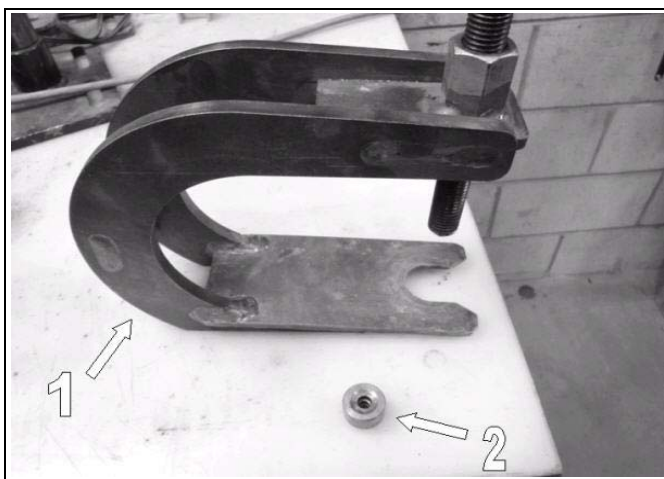

Abbildung 19
Benutzen Sie Tatou-Abzieher Nr. 2000-00-1050 (Teil 1, Abbildung 19) und gehen Sie für den Radwechsel nach folgendem Verfahren vor:
- Falls keine Schraube vorhanden ist, benutzen Sie die Zentrierhülse (Teil 2, Abbildung 19), um den Abzieher zu positionieren.